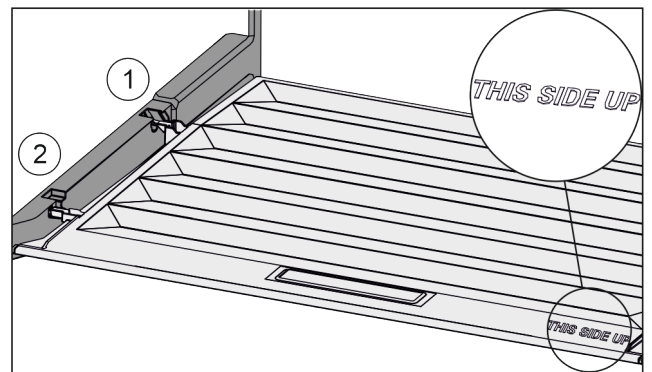

Fig. 47
- ▶ Вставити поперечні ребра через отвір заднього тримача Fig. 47 (1) і зафіксувати спереду у тримачі Fig. 47 (2).